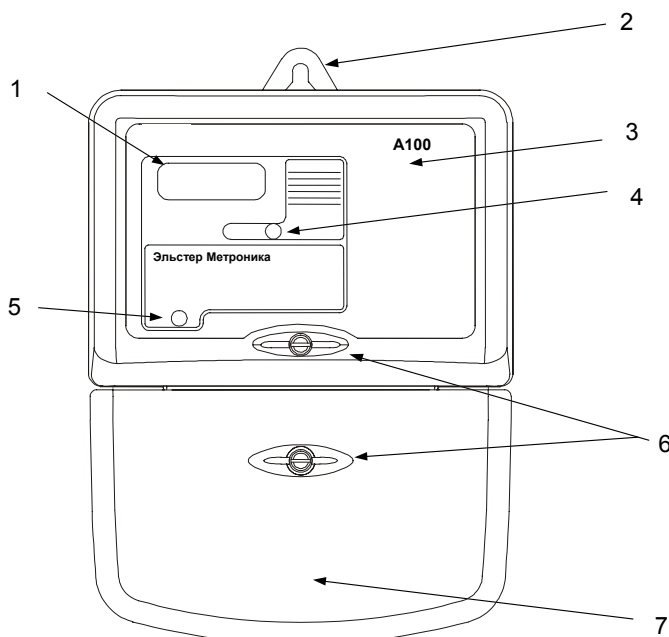

Рис.1-1. Внешний вид счетчика А100 с максимальным током 60А.
Внешний вид счетчика типа А100 с максимальным током 60А представлен на рис. 1-1.
1. Снимите крышку зажимов, отвернув нижний винт крышки (поз.6, рис.1-1).
2. Определитесь какое из двух расположений крепежного ушка будет использоваться при монтаже. Крепежное ушко имеет два фиксированных положения: в одном случае скрытое положение (за корпусом), другое видимое (над верхней частью корпуса; поз.2, рис.1-1).
11. Опломбируйте винт крышки клеммника (см. поз. 6, рис.1-1). Отметьте для себя информацию о счетчике, которая Вам необходима (например, расположение и номер счетчика, данные и др.)
2. Удалите пломбу (при наличии) с винта фиксирующего крышку клеммника (см. поз.6, рис.1-1).
3. С помощью монтажной отвертки отверните винт фиксирующий крышку клеммника (поз.6, см.рис.1-1) и снимите ее, потянув на себя.
- непрерывное высвечивание светодиодного индикатора LED при подаче напряжения на счетчик без нагрузки. При наличии нагрузки срабатывание светодиодного индикатора LED пропорционально потребленной энергии (см.поз.4, рис.1-1).